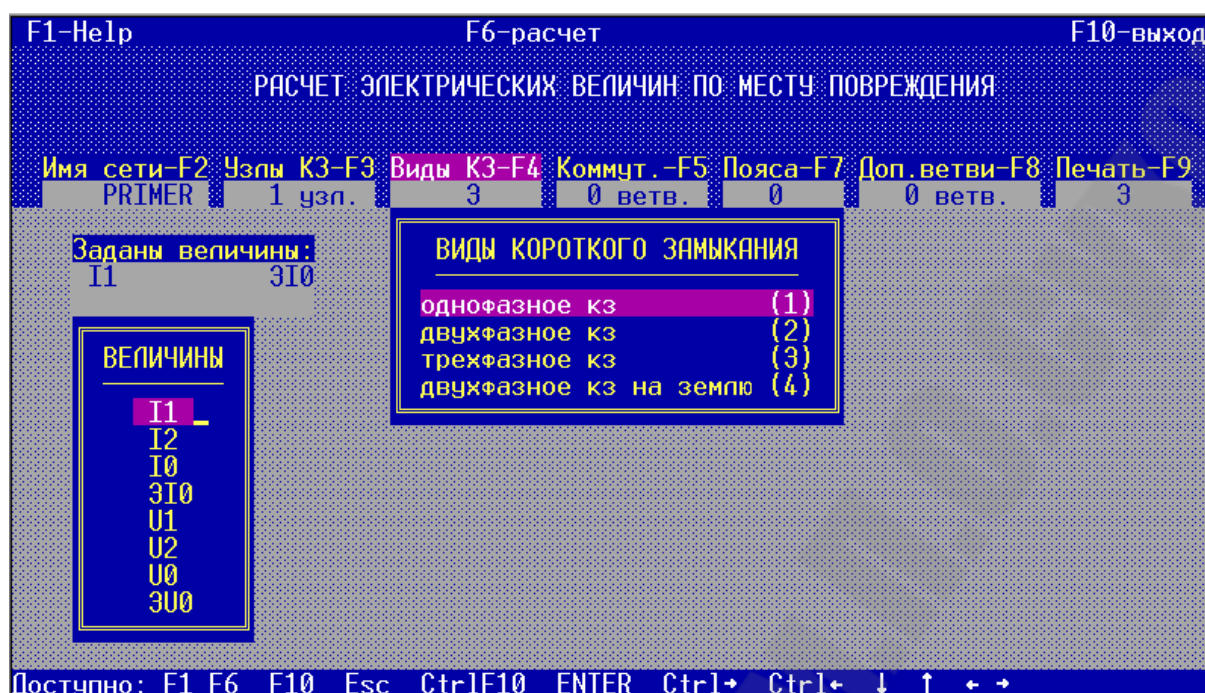

Рис. 5.11. Задание величин КЗ, подлежащих расчету
- нажатием клавиши «Влево» вызвать на экран список «Величины», содержащий доступные для замера параметры и выбрать необходимый параметр (рис. 5.11);